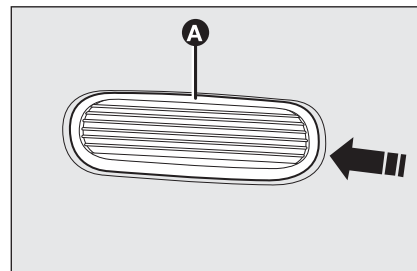

fig. 27
- ☐ empuje la pantalla transparente **A**-fig. 27 en el sentido de la marcha del coche (está fijado a presión);